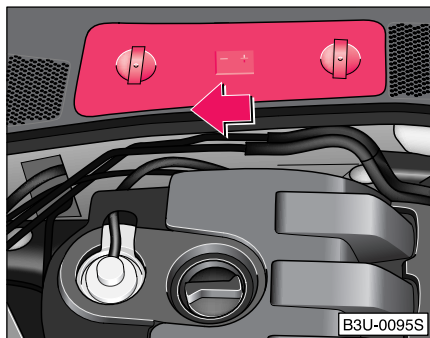

Fig. 159 Compartimentul motor: colectorul de apă - capacul bateriei
– Apăsați capacul în sensul săgeții → Fig. 159.
Înainte de verificare, demontați capacul ⇒ pagina 212, Fig. 159 și loviți ușor „ochiul magic”.